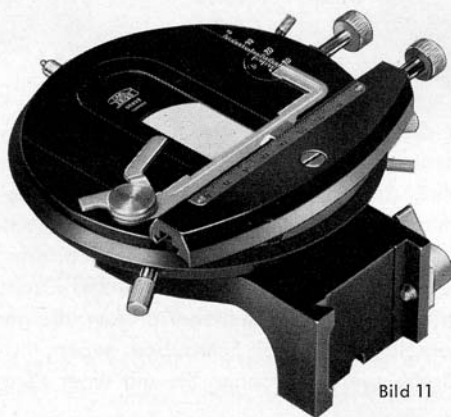

Bild 11
4.2 Runder, dreh- und zentrierbarer Kreuztisch (Bild 11)